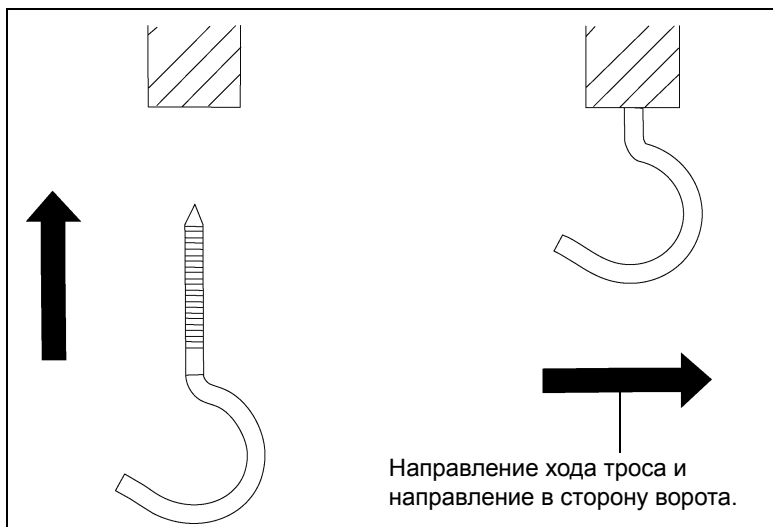

Рисунок 5Р
4. Убедитесь, что отверстия на крюках с винтом направлены в противоположную сторону от хода троса во время подъема воротом кормопровода, как показано на Рисунок 5Р. Если высота подъема превышает расстояние между отводами, расположите крюки в шахматном порядке на расстоянии 3" (8 см) с каждой стороны линии для предотвращения захвата хомутами троса шкивов.